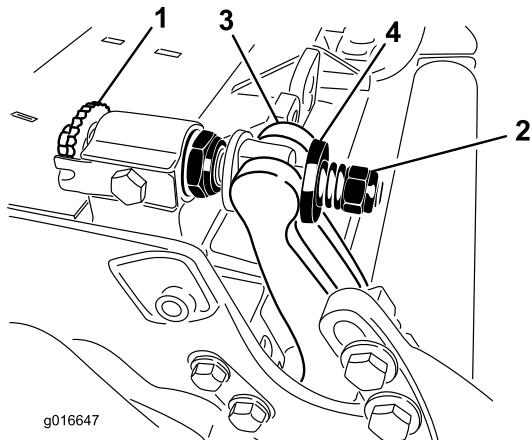

Bild 26
- Drehen Sie die Einstellschrauben des Untermesserträgers nach links, damit sich der Abstand zwischen Untermesser und Spindel vergrößert (Bild 26).
- Drehen Sie die Federspannungsmutter so weit hinaus, bis die Scheibe nicht mehr gegen den Untermesserträger angespannt ist (Bild 26).